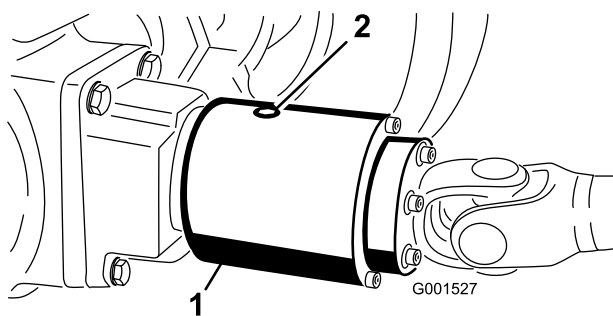

Figure 63
- Tournez l'embrayage pour que le bouchon de vidange soit en bas (**Figure 63**).